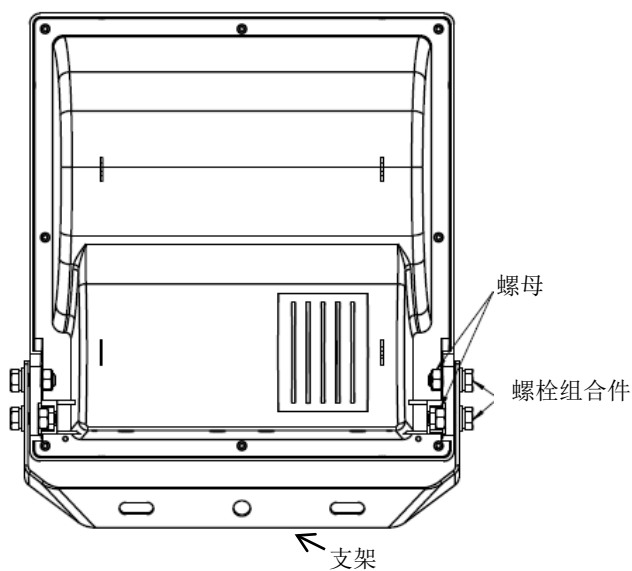

图2
2. 确认支架安装方式后用螺栓组合件和螺母把支架安装到射灯上去（如图2）；